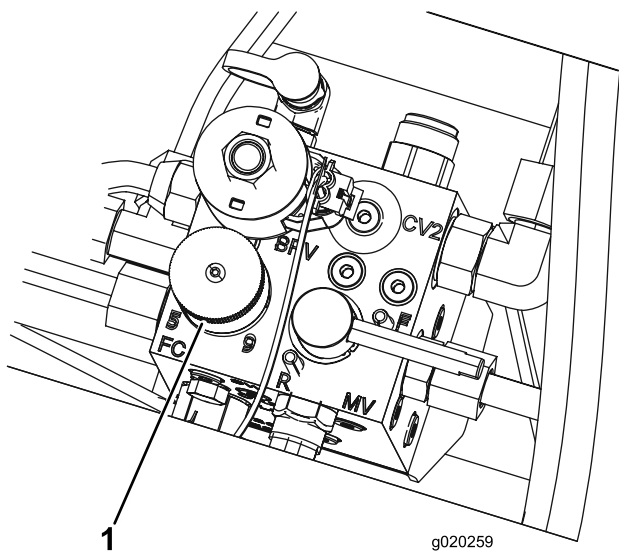

图 43
5. 旋转剪草机歧管的旋钮图 43直到指示器箭头与您在步骤3中确定的滚刀速度值一致。